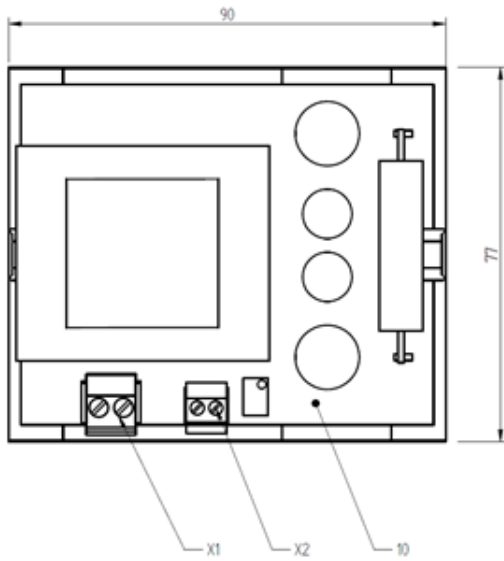

Abb. 3: Ansicht von oben
- Bei Änderung der TAKT-Periodendauer  $>1\text{s}$  ist die Messeinrichtung an den Anschlüssen Cx durch einen Kondensator zu erweitern (Polarität beachten) > siehe Abb. 3: Ansicht von oben.